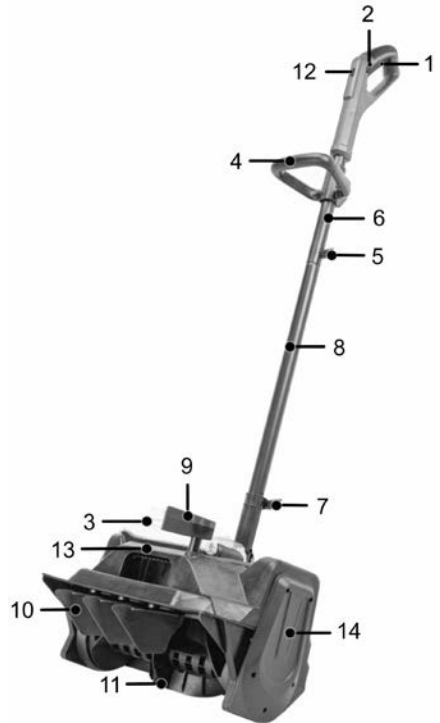

Рисунок 1
- поєднайте верхню частину штанги (6, рисунок 1) з отвором з'єднувального вузла на нижній частині штанги (8, рисунок 1) по відповідним напрямним пазам (дивіться рисунок 2);
- після з'єднання частин штанги зафіксуйте їх болтом зі смушковою гайкою (5, рисунок 1);
- поєднайте нижню частину штанги (8, рисунок 1) з отвором з'єднувального вузла на робочому блоці шнека по відповідним напрямним пазам (дивіться рисунок 3);
- після під'єднання штанги зафіксуйте її гайкою зі смушковим гвинтом (7, рисунок 1);
- перевірте чіткість роботи пускової клавіші (1, рисунок 1) через її короткочасне (2-3 рази) натискання;
- вставте акумуляторні батареї (продаються окремо!) в батарейний відсік (3, рисунок 1) до характерного «клацання» (дивіться рисунок 5), що буде означати їх надійну фіксацію (для зняття батарей натисніть кнопку розблокування на корпусі кожної з них та витягніть батарею з відсіку);
- налаштуйте напрямок викидання за допомогою важеля (9, рисунок 1), як це показано на рисунку 6;
- встановіть снігоприбирач на рівній поверхні, щоб робочий барабан (11, рисунок 1) не стикався з нею;
- перевірте роботу виробу (дивіться рисунок 7), спочатку натиснувши на кнопку блокування пускової клавіші для захисту від випадкового запуску (2, рисунок 1), а потім і на саму пускову клавішу (1, рисунок 1).
4.1.3 Залежно від глибини та важкості снігу оберіть швидкість обертання шнека за допомогою коліщатка регулятора (12, рисунок 1). Для вибору доступно шість швидкостей.
4.1.4 Запустіть електродвигун снігоприбирача за допомогою пускової клавиші (1, рисунок 1).